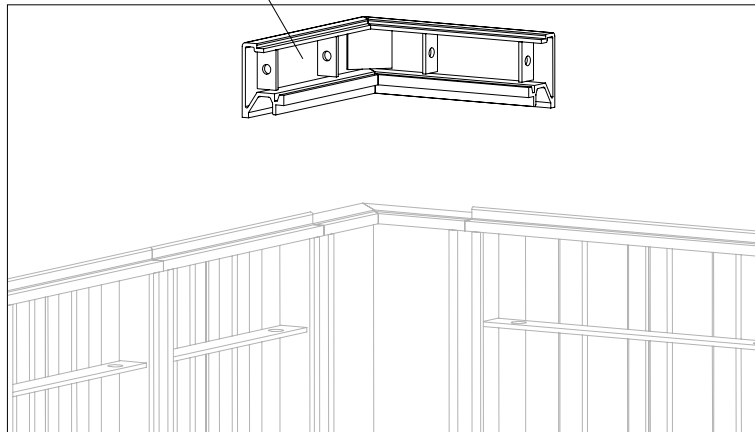

Fig. B2.04
1. Posizionare l'angolo interno del telaio di transizione UNO Plus (6a) sul giunto angolare superiore della cassaforma interna. (Fig. B2.04)